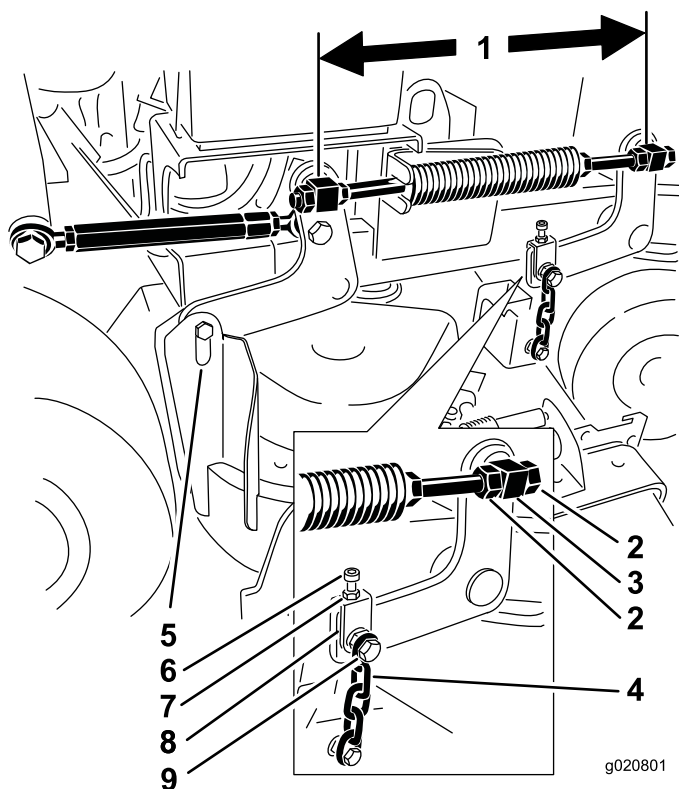

Bild 81
1. Prüfen Sie den Abstand zwischen den Drehzapfen; messen Sie in der Mitte der Drehzapfen (Länge Mitte-zu-Mitte) an jeder Gewindestange (Bild 81).
2. Lösen Sie die Klemmmuttern am **vorderen** Drehzapfen (Bild 81).
4. Ziehen Sie die Klemmmuttern am **vorderen** Drehzapfen an (Bild 81).
- Lösen Sie die Klemmmuttern an den linken und rechten vorderen Drehzapfen (Bild 81).
- Ziehen Sie die Klemmmuttern an den linken und rechten vorderen Drehzapfen an (Bild 81).
- Lösen Sie die Klemmmuttern am linken vorderen Drehzapfen (Bild 81).
- Ziehen Sie die Klemmmuttern am linken vorderen Drehzapfen an (Bild 81).
- Lösen Sie die oberen Kettenschrauben (Bild 81).
- Lösen Sie die Klemmmutter an jedem Joch (Bild 81).
- Ziehen Sie die Klemmmuttern und die oberen Kettenschrauben an (Bild 81).